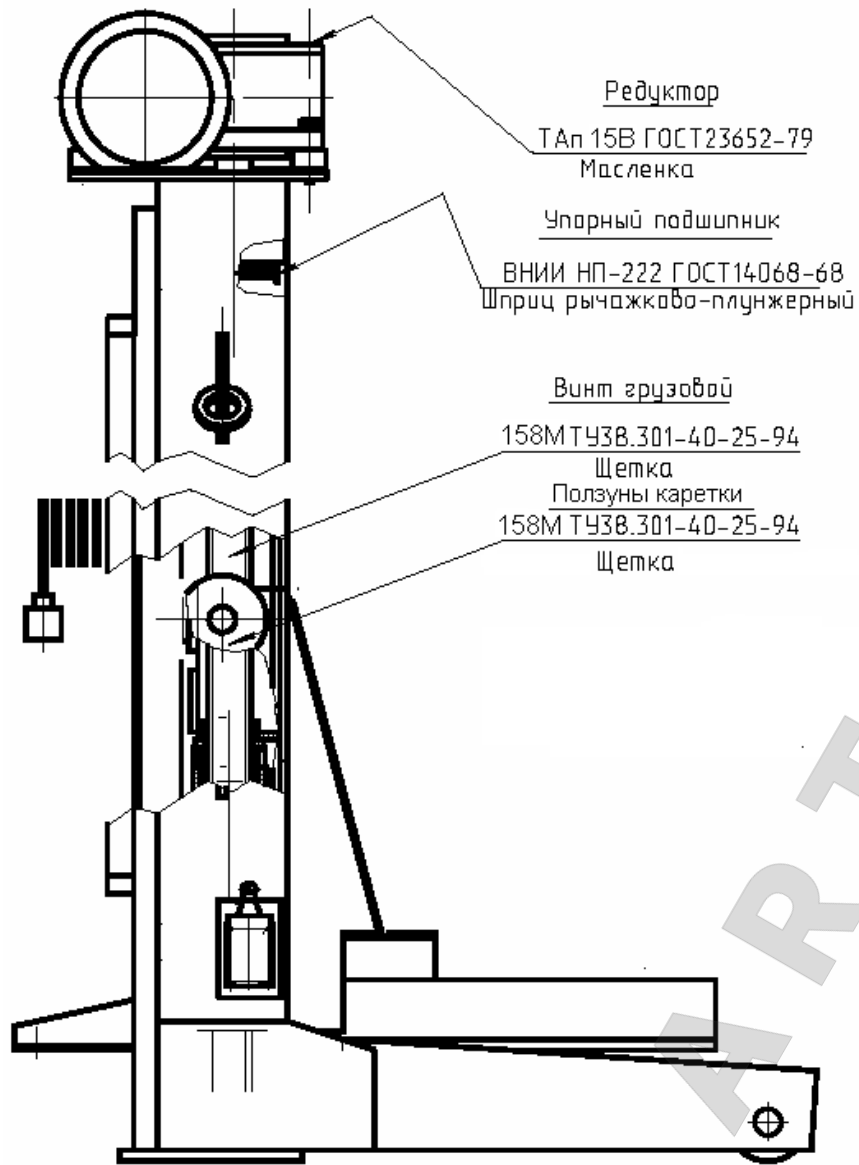

Рис. 6. Карта смазки стойки подъемника ППТ-28
6.2.2 Для ревизии состояния смазки трущихся деталей (см. карту смазки на Рис. 6), в каждой стойке необходимо:
- произвести смазку стоек подъемника в соответствии с картой смазки (см. Рис. 6).